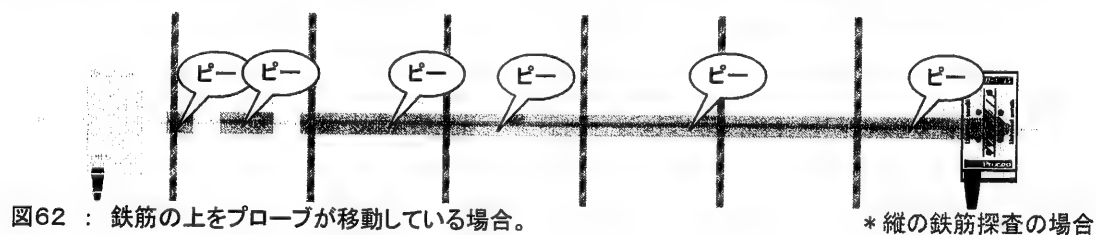

図62: 鉄筋の上をプローブが移動している場合。
- 等間隔に“ピー”音がなければ、プローブの真下に横の鉄筋があり、その影響を受けている可能性があります。(図62参照)